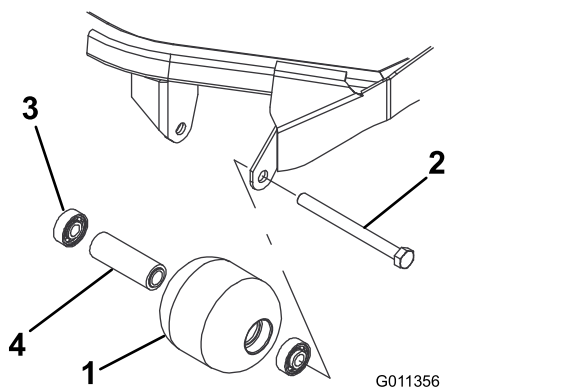

Figura 87
1. Vyšroubujte montážní šroub válce (Figura 87).
4. Zkontrolujte, zda nedošlo k případnému poškození pouzdra válce, ložisek a rozpěrných kroužků ložisek (Figura 87). Veškeré poškozené díly vyměňte a smontujte.
1. Zatlačte první ložisko do pouzdra válce (Figura 87). Zatlačte pouze na vnější kroužek nebo rovnoměrně na vnitřní i vnější kroužek.
2. Vložte rozpěrný kroužek (Figura 87).
3. Zatlačte druhé ložisko do pouzdra válce (Figura 87). Rovnoměrně tlačte na vnitřní a vnější